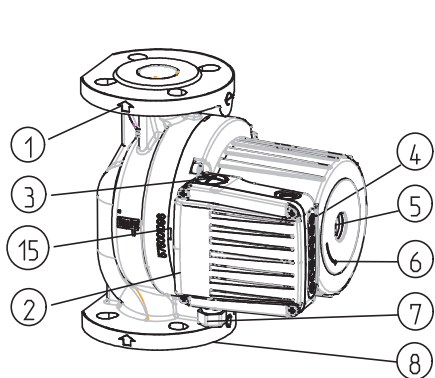
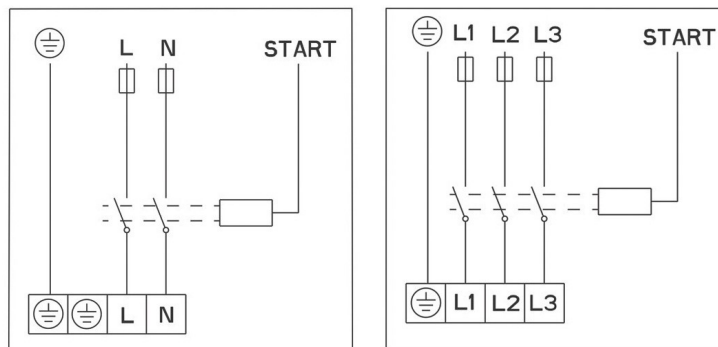

рис.2
рис. 4
- направление потока воды через насос должно соответствовать направлению стрелки на корпусе насоса (рис. 2- ПОЗ.1);
- необходимо использовать фланцы для подключения NP 6/10 (рис.2 – ПОЗ.8);
- насосы GHN (basic, auto), GHNМ (basic, auto) имеют одинарный гидравлический корпус (рис.2 – ПОЗ.8);
Гидравлический корпус насоса допускается изолировать только до прорези между мотором и гидравлическим корпусом. Отверстия для отведения конденсата необходимо оставить открытыми для обеспечения вывода конденсата из статорного отсека, данные отверстия необходимо оставлять открытыми и в системах обогрева, когда выполняется только термоизоляция гидравлического корпуса (рисунок 2, 3, ПОЗ 15).
Провод подключения подключается через кабельный ввод М20 (рис.2 – ПО3.7).
Электрическое соединение насосов необходимо выполнить по соединительной схеме (рис. 4), которая отображена на нижней стороне крышки мотора. Перед этим необходимо отвинтить верхнюю крышку (рис.2 - ПО3. 2)
В насосах типа GHN (basic, auto), GHND (basic, auto), GHNМ (basic, auto), GHNMD (basic, auto) ротор работает в воде. Ротор установлен в специальных работающих на смазке водой подшипниках, поэтому перед вводом в эксплуатацию необходимо заполнить насос водой и откачать воздух. Для откачки воздуха из насоса необходимо удалить болт на обратной стороне электромотора (рис.2-ПО3.5) - воздух начнет выходить через прорезь между валом мотора и подшипником. После того как начнет вытекать вода, необходимо закрыть вентили со стороны всасывания и со стороны нагнетания и запустить насос. При вращении вала насоса в обратном направлении
Каждый насос способен работать в некотором диапазоне трёх гидравлических параметров. Для этого он оснащён встроенным электромотором с тремя скоростями вращения. Для достижения выбранных характеристик скорости ① ② ③ на насосе расположена кнопка  (рис. 2, 4), с помощью которой можно изменять скорость. Установить скорость для насосов GHN, GHND, GHNМ, GHNMD (авто)  можно нажимая кнопку  : в ручном режиме для скоростей ① ② ③, а в автоматическом — нажав кнопку  в режиме А или В. В обоих случаях насос работает автоматически на скоростях потока ② ③. В ночном режиме В учитывается температура среды: если температура среды падает, насос переключается на скорость ② при падении более чем на 10°C или на скорость ① при падении более чем на 20°C вне зависимости от потока. При повышении температуры более чем на 20°C скорость потока восстанавливается. Этот метод предназначен для систем с термостатическими клапанами или систем, в которых температура снижается ночью.
Выключить насос; закрыть вентили со стороны нагнетания и со стороны всасывания; удалить болт для откачки воздуха; отверткой (рис.2-ПО3.5), которую необходимо установить в прорезь на валу, крутить вал до тех пор, пока он не начнет свободно вращаться. После этого необходимо установить болт для откачки воздуха на место. Аппарат не предназначен для использования лицами (включая детей) с ограниченными физическими, психическими или умственными способностями, а также лицами, не обладающими опытом или знаниями, кроме случаев, когда данные лица находятся под контролем или прошли обучение у специалиста, несущего ответственность за их безопасность.